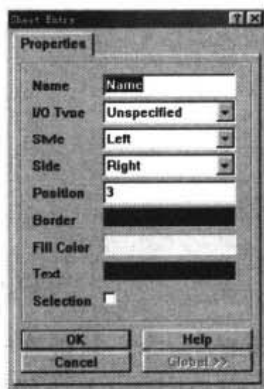

图 6-13 Sheet Entry (方块电路出入口) 属性对话框
- (9) 设置方块电路出入口属性: 此时, 按下 Tab 键, 进入方块电路出入口的属性设置, 弹出如图 6-13 所示的 Sheet Entry (方块电路出入口) 属性对话框。